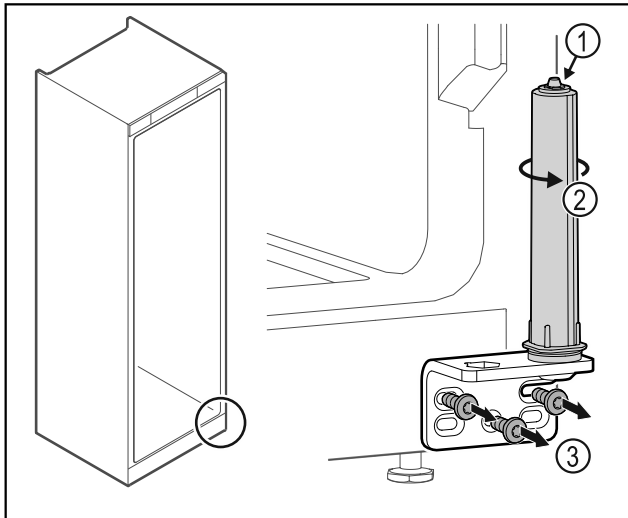

Fig. 14
- ▶ Türschließsystem nicht zerlegen Fig. 14 (1).
- ▶ Schließsystem Fig. 14 (2) drehen, bis es klickt.
- ▶ Scharnierwinkel Fig. 14 (3) abschrauben.